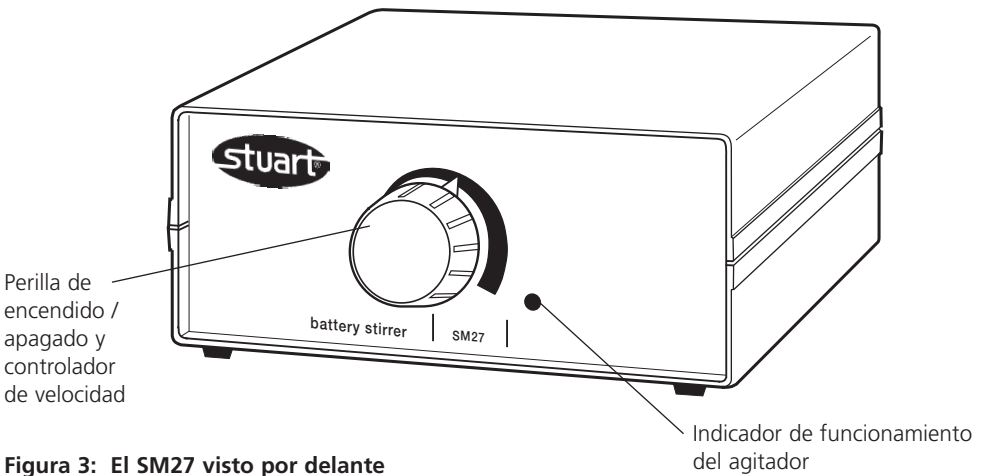

Figura 3: El SM27 visto por delante
El agitador SM27 ilustrado en la figura 3 puede funcionar con pilas o con la alimentación de la red. Es ideal para usarlo en el interior de incubadores, cajas de guantes o en pie de obra.
Encienda el agitador (ON) y ajuste la velocidad de la agitación con la perilla de control de velocidad (figura 3). El LED (figura 3) permanecerá encendido mientras funciona el instrumento.
Cuando las pilas se están descargando la luz del indicador de funcionamiento del agitador (figura 3) se atenuará. Para recambiar las pilas, abra su